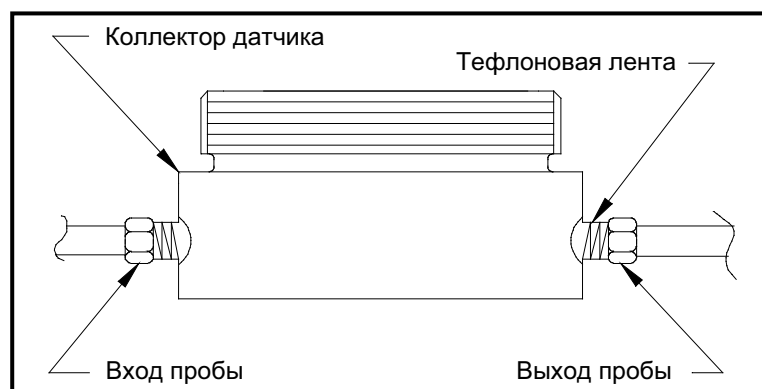

Рис. 4. Установка коллектора датчика
3. Используйте тефлоновую ленту в качестве уплотнителя и подсоедините вход и выход пробы газа к отверстиям с резьбой 1/8" NPT коллектора датчика (см. Рис. 4 ниже). В качестве входа или выхода может использоваться любое отверстие, так как направление потока не имеет значения.